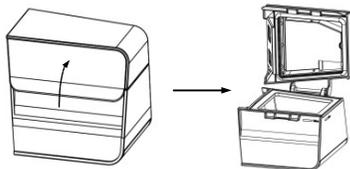

Imagen 18-1
(1) **Apertura de la Cámara de Agua:** Abra la tapa de la cámara de agua, como muestra la Imagen 18-1.